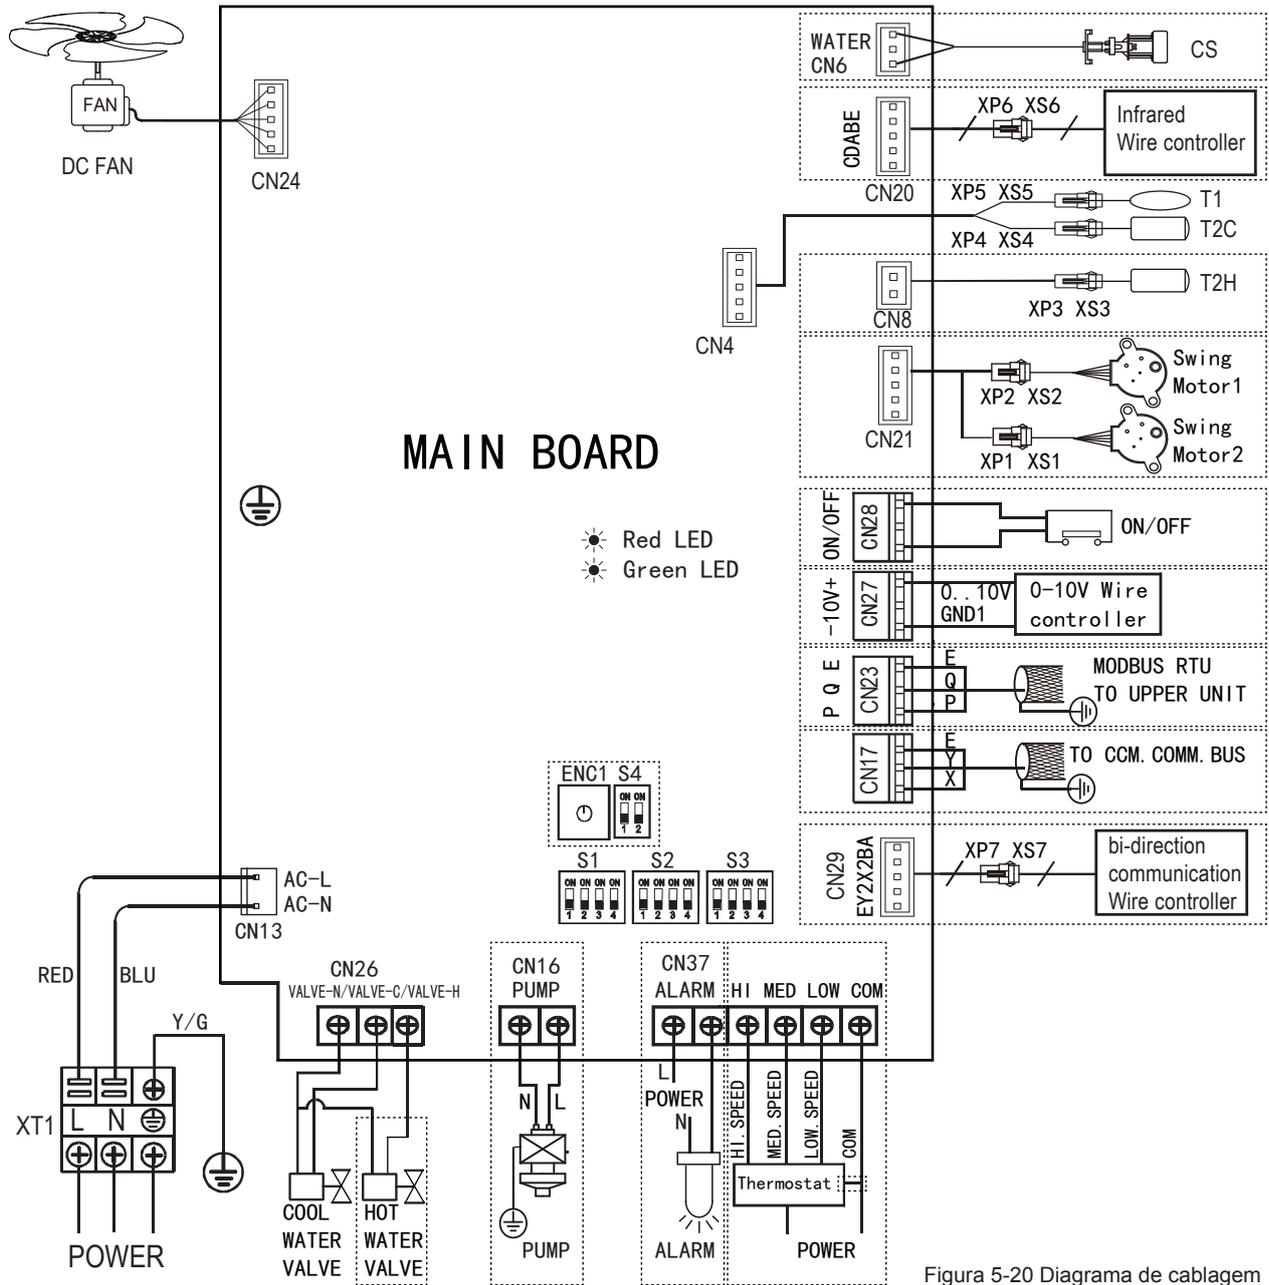

Figura 5-20 Diagrama de cablagem (VENTOINHA CC)
- Execute conexões eléctricas de acordo com a placa de identificação da cablagem (Figura 5-20) da unidade.